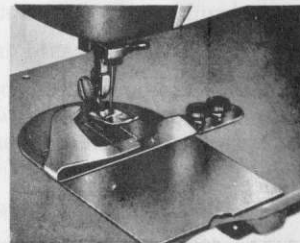

Fig. 37
2. Plaats de blindsteek-geleider zoals is afgebeeld in fig.37.